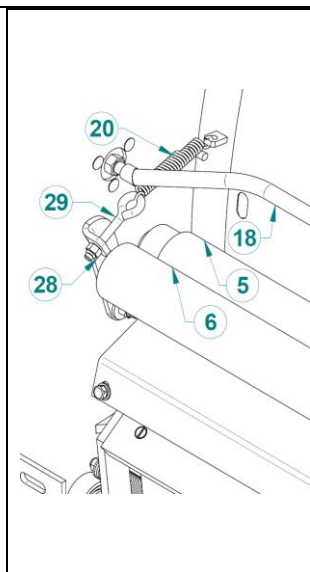

Рис. 82. Регулировка расстояния до датчика рулона сетки
Правильный прижим подающих роликов гарантирует эффективное втягивание и равномерное распределение сетки. Слабое натяжение пружин роликов приводит к неэффективной подаче сетки (особенно в начальной фазе), а слишком сильное натяжение увеличивает сопротивление, что затрудняет вращение роликов и работу механизма обмотки. Регулировка усилия прижима роликов (Рис. 82) осуществляется с помощью регулировочного винта (5) и гайки (6) путем изменения натяжения пружины (4).